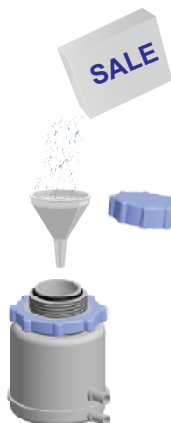

fig. 13
- Controllare e al limite ripristinare il sale facendo ben attenzione che non venga disperso nella vasca. Una forte concentrazione di sale in vasca può compromettere l'integrità vasca e la vita della macchina. Riempire l'apposito contenitore, posto all'interno della vasca, (vedi fig. 13) con sale grosso da cucina (grani da 1-2 mm).